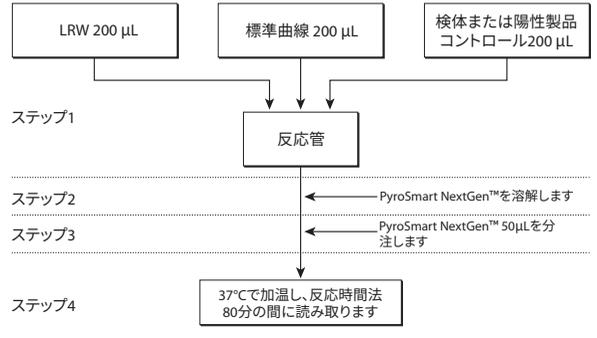

図4：チューブリーダーアッセイの試験手順の概要
- 図4のとおりに試験測定の準備を行います。試験の準備については、以下に詳述してあります。